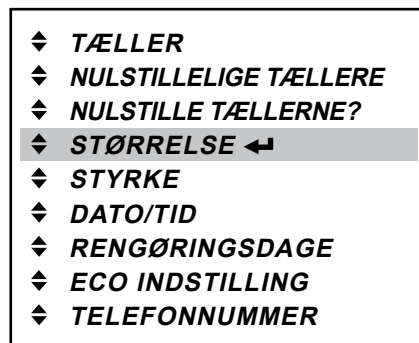

Fig. 57
1. Tryk på enter-knappen ◀ for at gå ind i «STØRRELSE»-menuen (fig. 57).